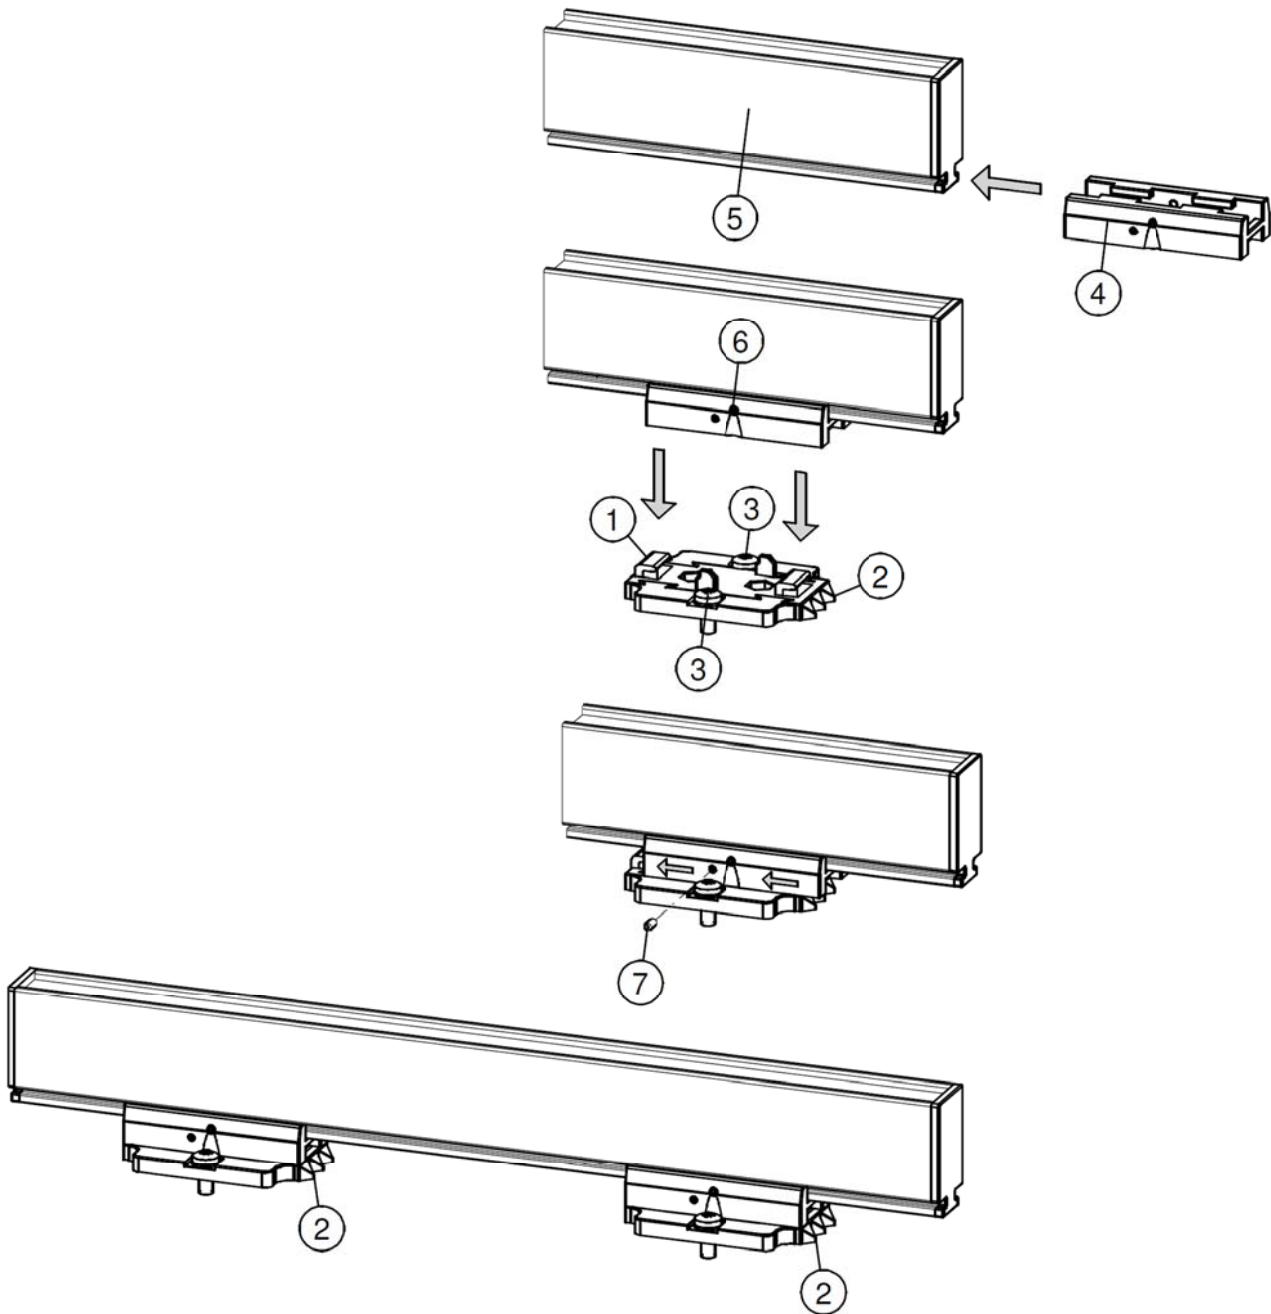

Abbildung 7: Montage des Sensor mit Montagebügeln
- **Leitfähige Maschinenbauteile in der Nähe eines Sensor IQ Easy können die Funktion nachteilig beeinflussen. Für ein optimales Ergebnis muss der Sensor Abbildung 7 entsprechend montiert werden.**
- Schrauben Sie die Stellschrauben (Nr. 7) aus den Bügeln heraus (siehe Abbildung 7).